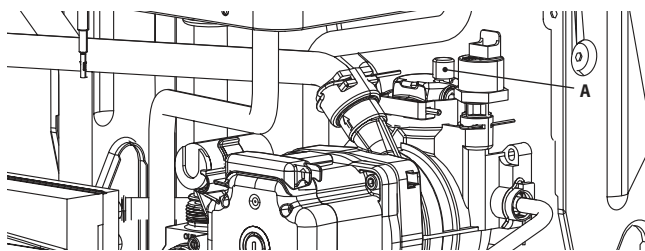

Figura 6.1
- Afloje el tapón de la válvula de purga automática **A** en la Figura 6.1.